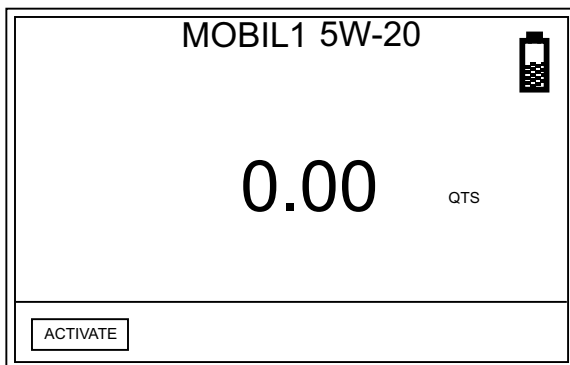

FIG. 30
2. Viene visualizzata la schermata di impostazione manuale (FIG. 30). Premere il pulsante centrale ENTER sul tastierino del misuratore per selezionare ACTIVATE. Si sentirà un forte scatto in corrispondenza del misuratore a indicare che è ora pronto per iniziare l'erogazione del fluido